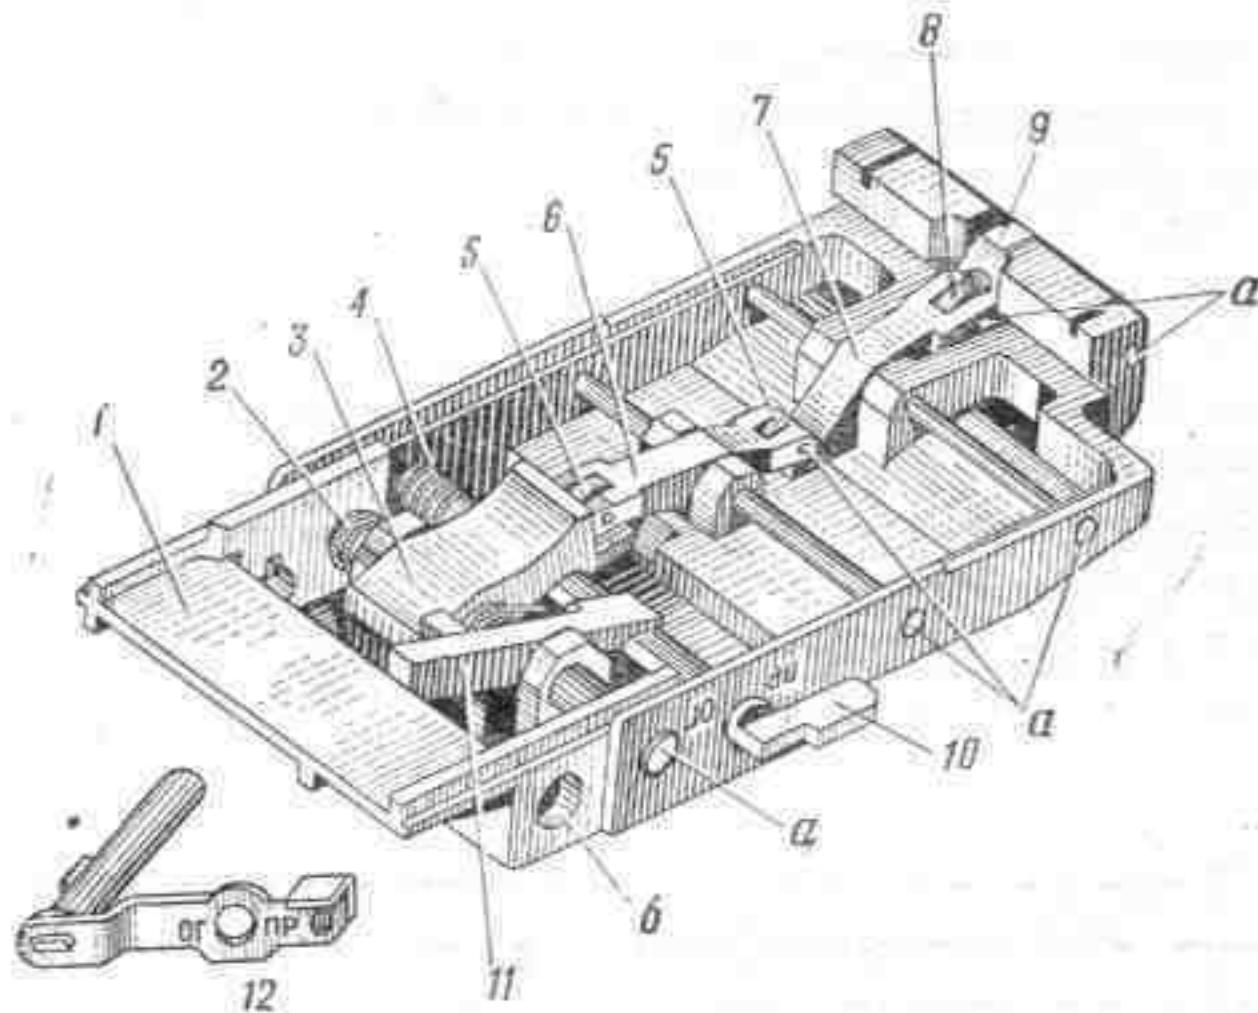

Рис. 44. Спусковой механизм:
**19. Спусковой механизм** (рис. 44) служит для удержания затворной рамы на боевом взводе, спуска ее с боевого взвода и постановки пулемета на предохранитель. Он состоит из корпуса, шептала, рычага шептала с роликом-